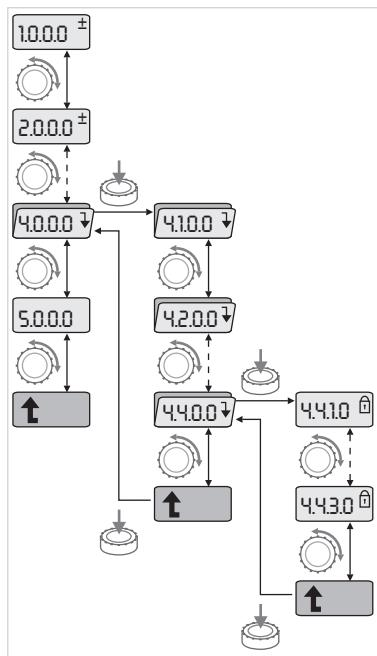

Fig. 36: Navigeringsexempel
- Gå till menyläget (se kapitel 8.6.2 "Gå till menyläget" på sidan 37). Genomför navigeringen i menyn enligt följande (exempel se Fig. 36):